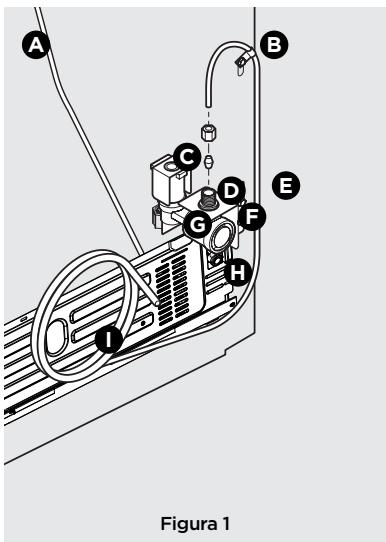

Figura 1
4. **Si usa tubos de cobre:** Deslice la tuerca de compresión de latón y luego el casquillo (manguito) en la tubería de suministro de agua. Introduzca la tubería de suministro de agua en la entrada de la válvula de agua tanto como sea posible $\frac{1}{4}$ " (6.4 mm). Deslice el casquillo (manguito) en la entrada de la válvula y apriete con la mano la tuerca de compresión en la válvula. Apriete otra media vuelta con una llave inglesa; NO apriete en exceso. Ver la figura 1.